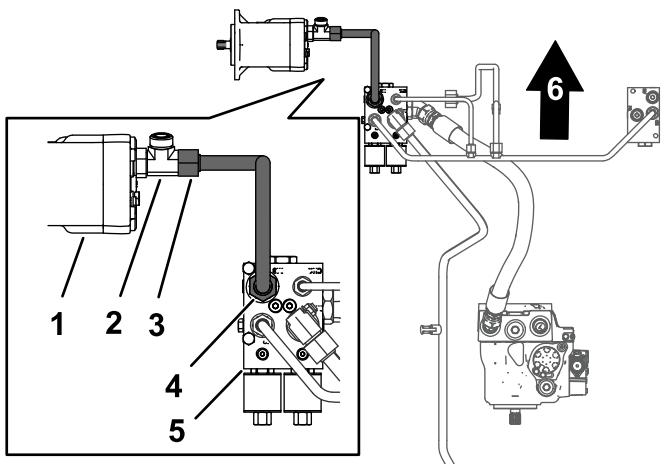

図 11
1. 走行モータチューブのナットを走行モータとフローデバイダマニホールドの各フィッティングに合わせて取り付ける図 11。